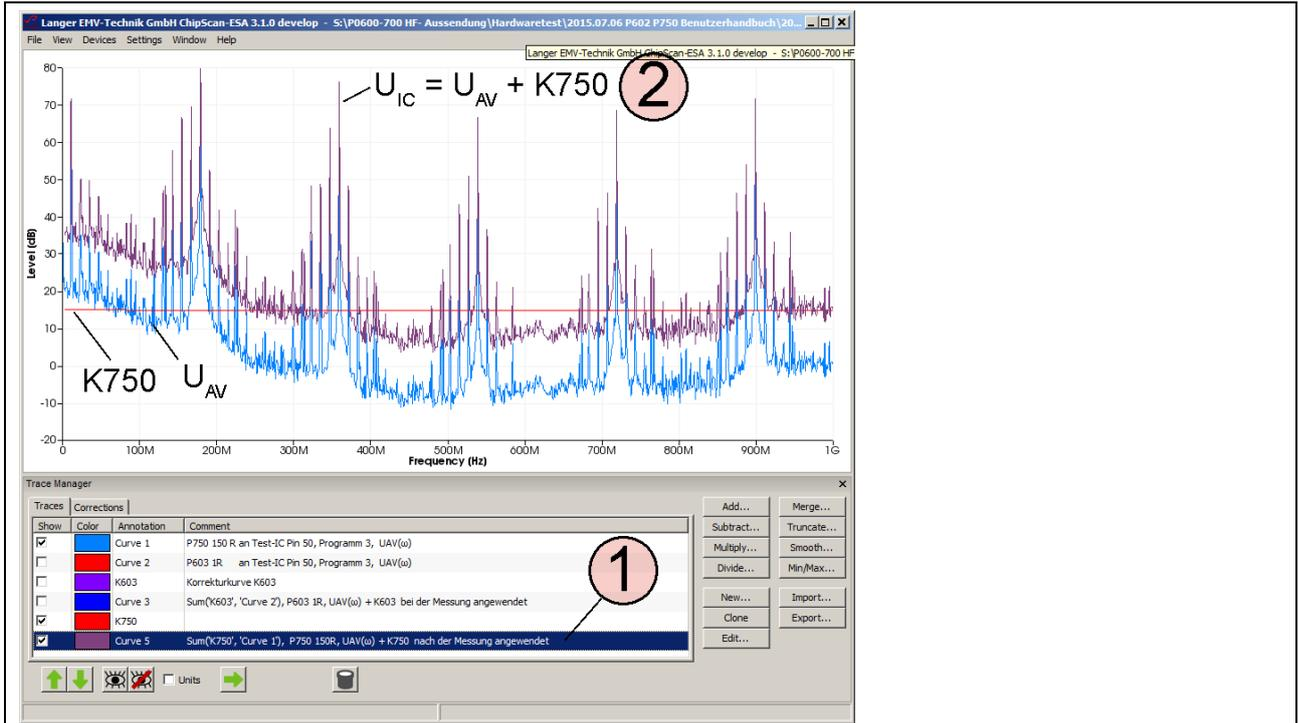

Bild 48: Korrektur nach der Messung: Ergebnis der Addition  $U_{IC} = U_{AV} + K750$ .
Die Berechnung erzeugt am unteren Ende der Liste „Traces“ den Eintrag ① (**Bild 48**) und wird als Kurve „Curve 5“ dargestellt (② **Bild 48**).